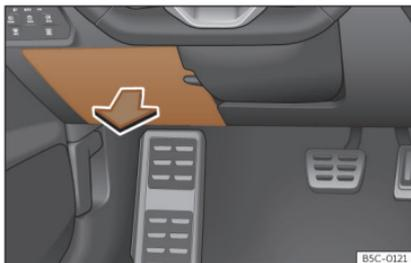

Fig. 47 Sul cruscotto, lato del conducente: coperchio della scatola dei fusibili.
- **Aprire:** abbassare la copertura»» **fig. 47**.